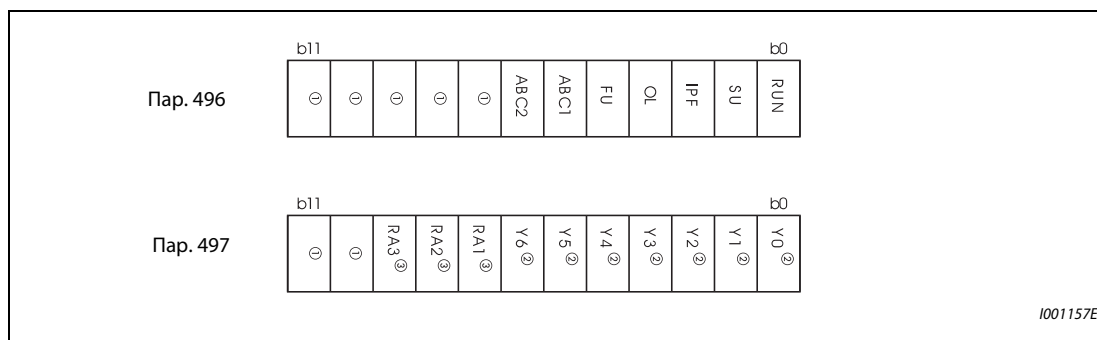

Рис. 5-104: Данные удаленного вывода
- При положительной логике в результате установки бита в "1" соответствующий выход включается, а при отрицательной логике – выключается. При положительной логике в результате установки бита на "0" соответствующий выход выключается, а при отрицательной логике – включается (см. также рис. 5-104).